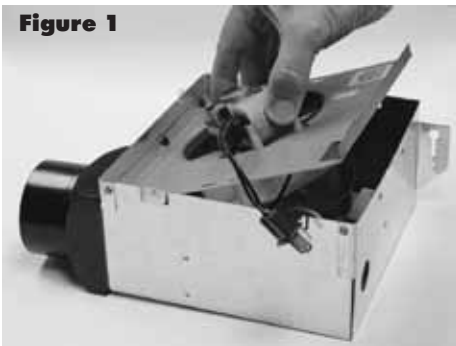

Figure 1
1. Remove motor plate before installing housing. Use a screwdriver to remove motor plate screw then lift motor up at an angle so metal tabs slide out of slots in housing. (Fig 1)
1. Separe el plato del motor antes de instalar el bastidor. Use un destornillador para sacar el tornillo del plato del motor, después levante el motor inclinándolo para que las lengüetas salgan deslizándose de las ranuras del bastidor. (Fig 1)
1. Enlever la plaque de moteur avant d'installer le boîtier. Utiliser un tournevis pour enlever la vis de la plaque du moteur, puis soulever le moteur à un angle qui permettra aux languettes de métal de glisser à l'extérieur des rainures dans le boîtier. (Fig 1)